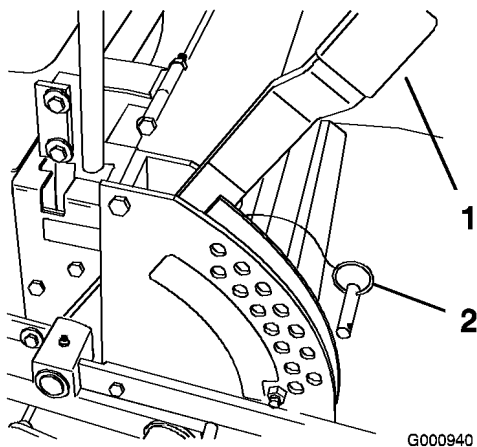

Figure 18
1. Relevez le levier de sélection de hauteur de coupe en position de transport (qui correspond aussi à la hauteur de coupe de 127 mm) (Figure 18).
2. Pour changer de hauteur de coupe, retirez l'axe de chape du support de hauteur de coupe (Figure 18).
3. Placez l'axe de chape dans le trou du support correspondant à la hauteur de coupe voulue (Figure 18).